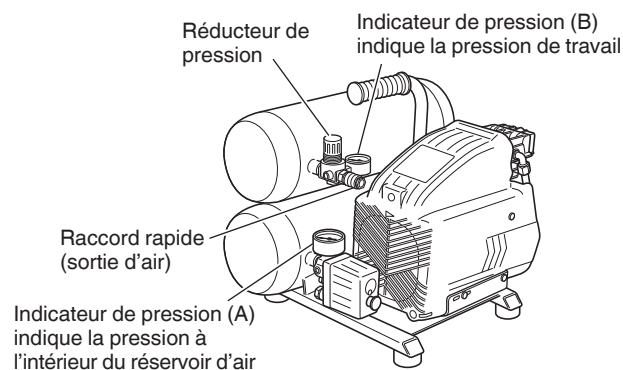

Fig. 7
Déverrouiller le bouton du réducteur de pression en tirant dessus; régler la pression à la valeur désirée en tournant dans le sens des aiguille d'une montre pour l'augmenter, ou dans le sens opposé pour la diminuer. Un indicateur de pression (B) permet de visualiser quand la valeur désirée est atteinte; pour verrouiller le bouton appuyer à fond dessus. (Voir Fig. 7)